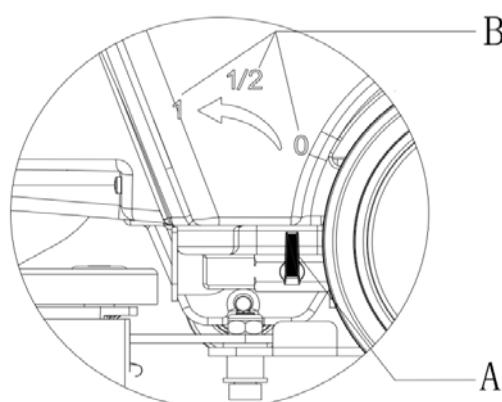

Abbildung 10
**Der Netzschalter (45) muss sich in der Aus-Stellung "0" befinden, bevor Sie den Ventil-Einstellknopf (A, Abbildung 10) anpassen.**
Stellen Sie den Ventilknopf ein, um die Menge des Wasserstroms je nach tatsächlichem Bedarf zu regulieren. B in Abbildung 10 zeigt die Menge des Wasserstroms.